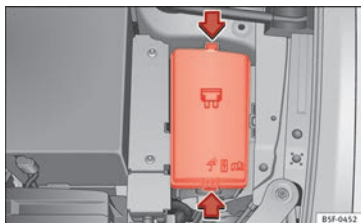

Fig. 103 Nel vano motore: coperchio della scatola dei fusibili.
- Premere le linguette di blocco per sbloccare il coperchio della scatola dei fusibili **» fig. 103.**